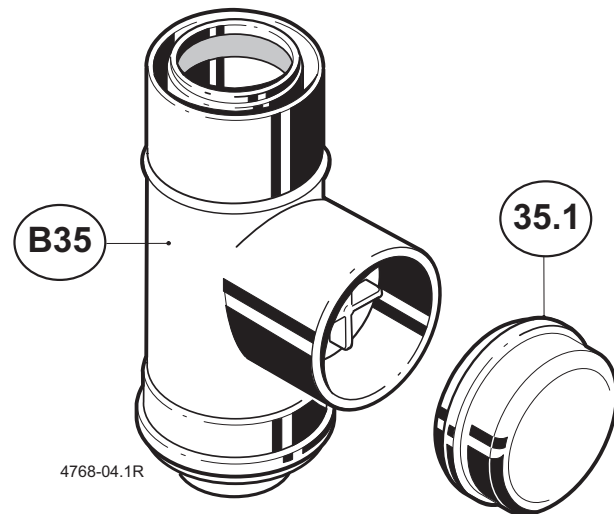
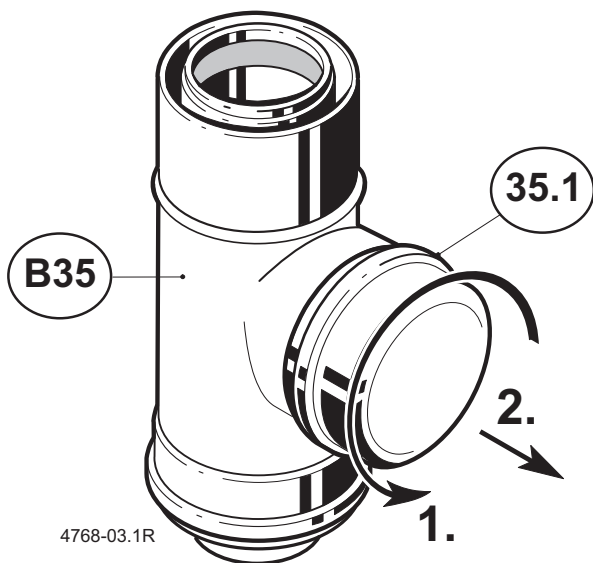

Bild 4
Bild 3
- Abdeckkappe (35.1) vom Revisions-T-Stück (B35) unter leichtem Drehen abziehen (Bild 3 und Bild 4).